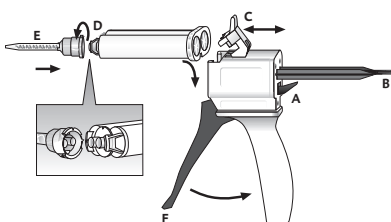

Fig. 1
1. Den Hebel [Fig. 1, Pos. A] an der Rückseite des Automix-Dispensers nach oben drücken und den Schieber [Fig. 1, Pos. B] vollständig zurückziehen.
2. Kunststoffriegel [Fig. 1, Pos. C] nach oben klappen, die Kartusche einsetzen und mit dem Kunststoffriegel [Fig. 1, Pos. C] arretieren.
1. Kartuschenkappe [Fig. 1, Pos. D] oder benutzte Mischkanüle nach Drehung um 90° gegen den Uhrzeigersinn abziehen und werfen.
2. Neue Mischkanüle [Fig. 1, Pos. E] aufsetzen.
- ▶ Das Material durch Betätigen des Hebels [Fig. 1, Pos. F] am Automix-Dispenser in der Mischkanüle mischen und direkt applizieren.
2. Kunststoffriegel [Fig. 1, Pos. C] nach oben klappen und die Kartusche entnehmen.
1. Push up the lever [Fig. 1, Pos. A] at the back of the Automix-Dispenser and pull back the slide [Fig. 1, Pos. B] completely.
2. Lift up the plastic lever [Fig. 1, Pos. C], insert the cartridge and lock it using the plastic lever [Fig. 1, Pos. C].
1. Remove the cartridge cap [Fig. 1, Pos. D] or used mixing tip by turning it 90° counterclockwise, and discard it.
2. Attach a new mixing tip [Fig. 1, Pos. E].